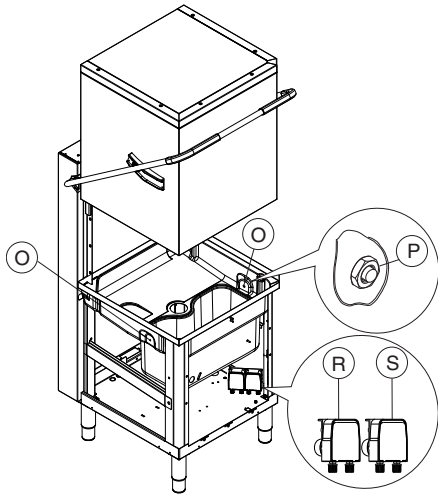

Figura 18 Disposição dos dosadores automáticos
1. Lava-louças com dosador de detergente incorporado (Figura 18).
2. Lava-louças com dosador de abrillantador incorporado (Figura 18).
Conexões do dosador automático de detergente (Figura 18)